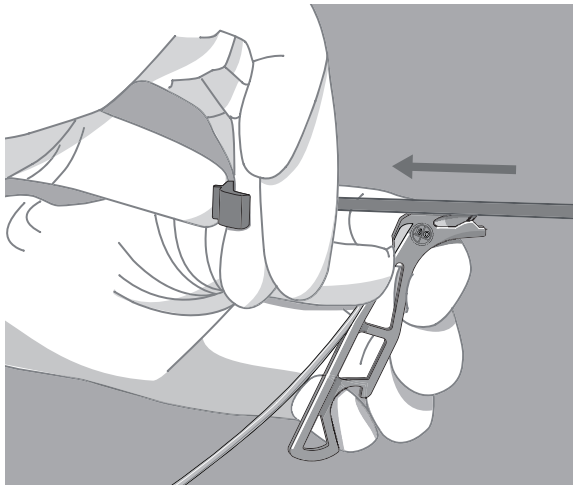

Abb. 4: Führungskatheter geradlinig gegen das Slitter Tool ziehen
- Hinweis:** Achten Sie beim Einsatz des Slitter Tools darauf, dass der Führungskatheter möglichst geradlinig gegen das Slitter Tool bewegt wird (Abb. 4). Vermeiden Sie ein Verkanten des Slitter Tools, da dies den zum Schlitzen nötigen Kraftaufwand erhöht und die Gefahr des Verklemmens des Slitter Tools und einer Elektrodendislokation steigt. Sollte sich das Slitter Tool verklemmen, ersetzen Sie es durch ein neues und setzen dann das Schlitzen fort.